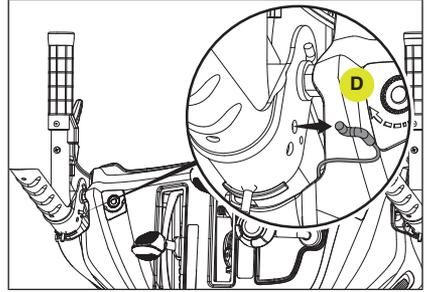

Figure 52
4. Débranchez le connecteur (D) de la poignée de commande. Vous devrez peut-être déplacer la poignée de commande pour faciliter le retrait. (Fig. 52)